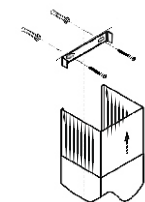

рис. 6
- приложите кронштейн (угловой) к стене, как показано на рис. 6;